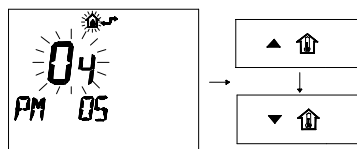

Figura 8.13
- Modificare il SET programmato agendo sui pulsanti o ed aspettare che il numero programmato cominci a lampeggiare (Figura 8.13)